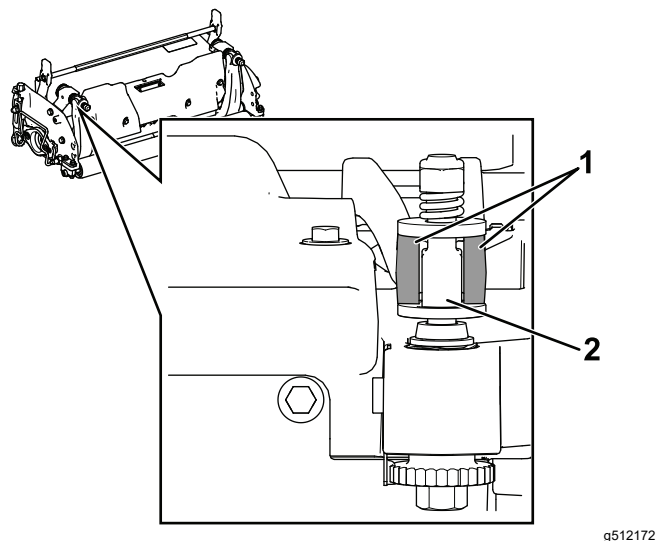

Figura 26
1. Montați ansamblul bară de cadru/contracuțit, poziționând urechile de montare între șaibe și șurubul de reglare pentru bara de cadru (Figura 26).
Important: Centrați șuruburile de reglare DPA în urechile barei de cadru, așa cum se arată în Figura 26.